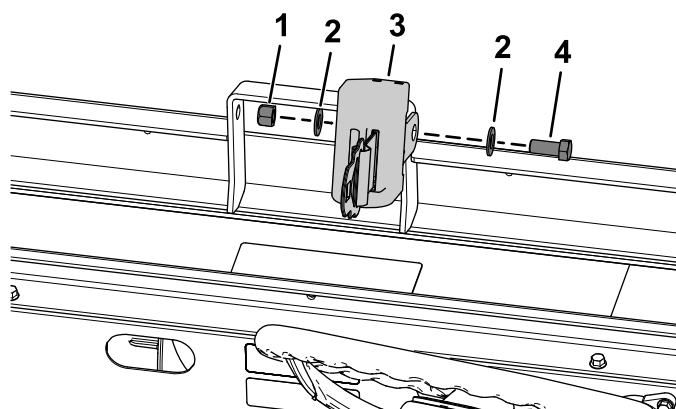

图21
4. 如**图21**所示用六角头螺栓7/16 x 1 英寸、2个扁平垫圈7/16 英寸和锁紧螺母7/16 英寸安装安全带。